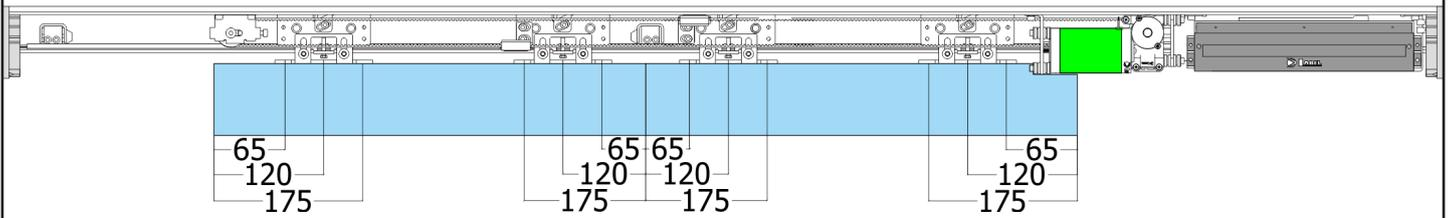

РИС. 9
- Закрепите разобранную подвижную часть С на раме на расстоянии как показано на рис. 9–12, в зависимости от типа автоматики.
- Отрегулируйте высоту колеса противодействия с помощью регулировочного винта (D) таким образом, чтобы колесо могло касаться верхней внутренней части траверсы, не оказывая на нее давления.